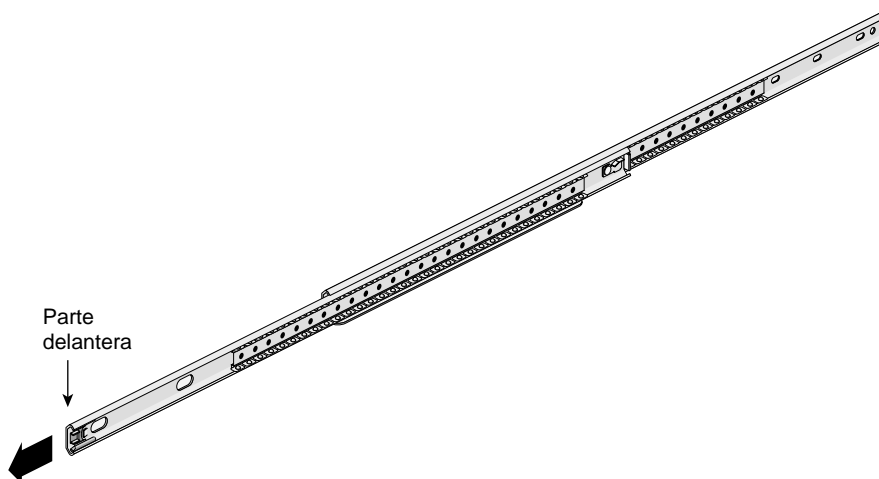

Figura 2-2 Identificación de la parte delantera del riel corredizo
3. Identifique la parte delantera del riel corredizo. La flecha de la Figura 2-2 indica la parte delantera.